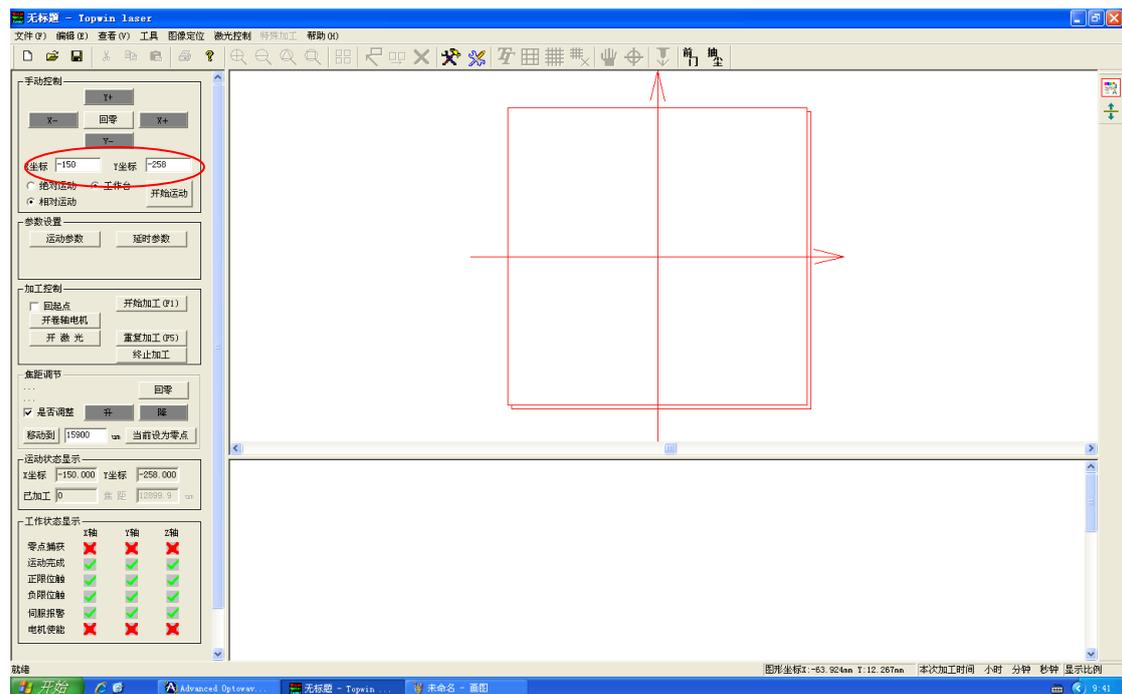

图 10-4
5. 如下图 10-4 所示，在软件手动控制界面，输入 X 坐标-150，Y 坐标-258，选择“相对运动”，点击“开始运动”。